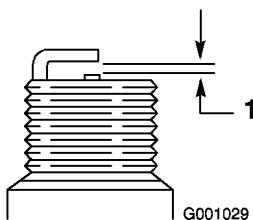

Figure 53
- Réglez l'écartement des électrodes à 0,76 mm (Figure 53).